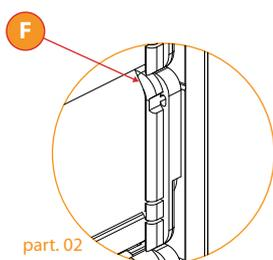

Fig. 01
1. Posizionare la maniglia sul supporto lamella (Fig. 01), inserendo il dentino "D" della maniglia (part. 1) nel foro "F" del supporto lamella (part. 2).